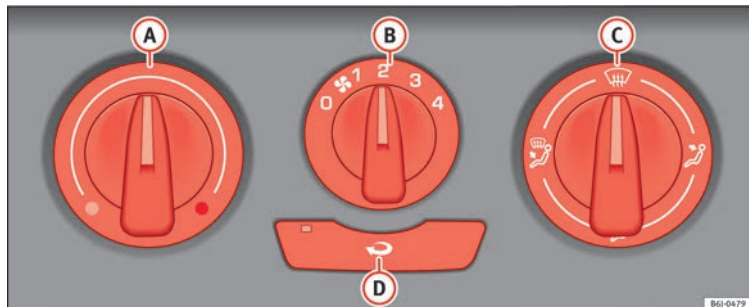

Fig. 125 Mandos de la calefacción en el tablero de instrumentos.
- Con los reguladores **A** y **C** y con el mando **B** » fig. 125 se regula la temperatura, la distribución del aire y la velocidad de la turbina.